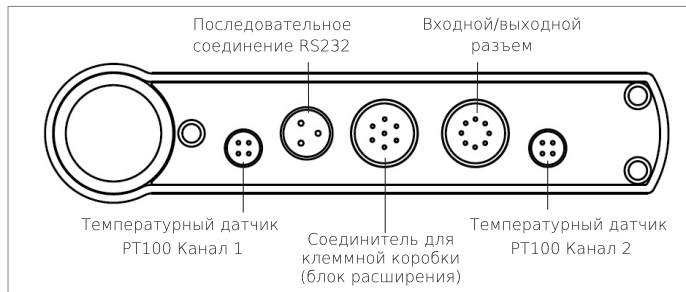

Рис. 6. Электрические соединения
- Подключите прилагающиеся температурные датчики PT100 к нижнему разъему слева и справа (Рис. 6).
- Операционные выходы могут быть подключены к периферийным устройствам при помощи клеммной коробки, которая подключается к KATflow 230 через разъем на нижней стороне расходомера (Рис. 6).